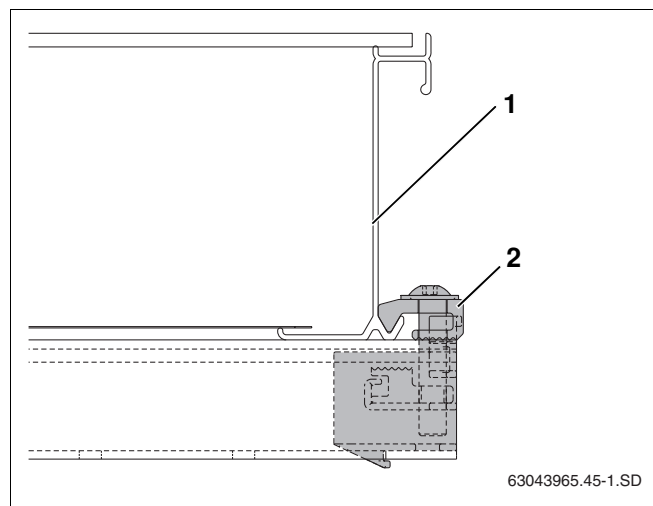

Fig. 47 Tendeur unilatéral vissé
- ▶ Glisser le capteur Fig. 47, **Pos. 1**) avec précaution dans le tendeur unilatéral et le positionner horizontalement.
- ▶ Visser le tendeur unilatéral avec la clé plate SW5 Fig. 47, **Pos. 2**).
Le serre-flanc Fig. 47, **Pos. 2**) du tendeur s'insère maintenant dans le bord inférieur du capteur.